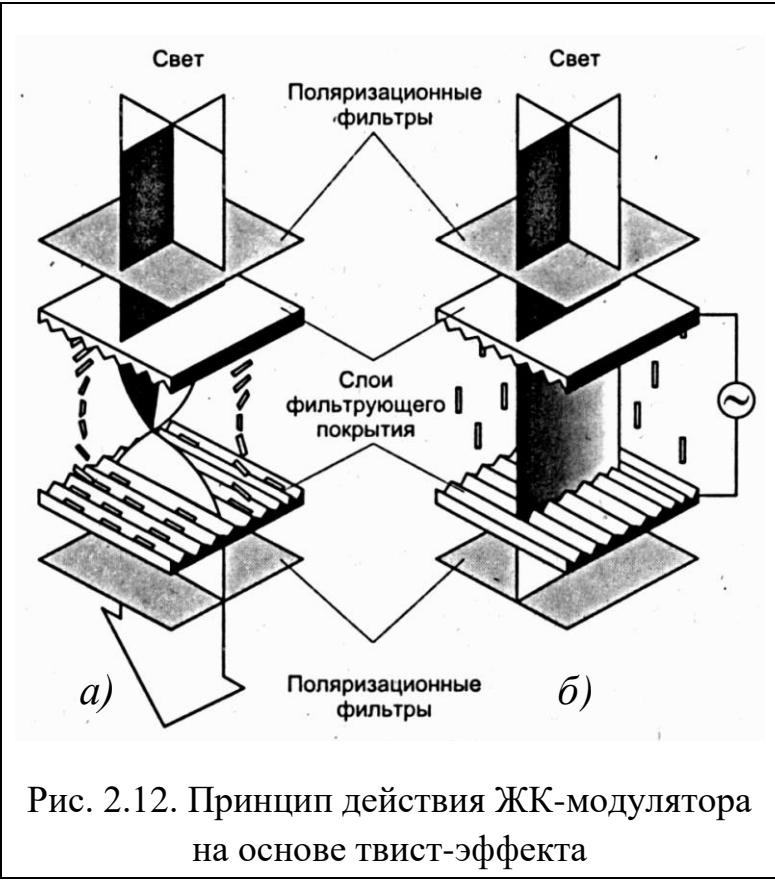

Рис. 2.12. Принцип действия ЖК-модулятора на основе твист-эффекта
2.12а. Если к электродам приложить потенциал, то молекулы нематика ориентируются по полю. Спиралевидная структура разрушается и перестает вращать плоскость поляризации, «запирая» световой поток, рис. 2.12б. Из-за неидеальности свойств полароидов и ориентации ЖК-материала прозрачное и непрозрачное состояния имеют конечные коэффициенты пропускания. Отношение коэффициентов пропускания в прозрачном и непрозрачном состоянии определяют контрастность изображения.